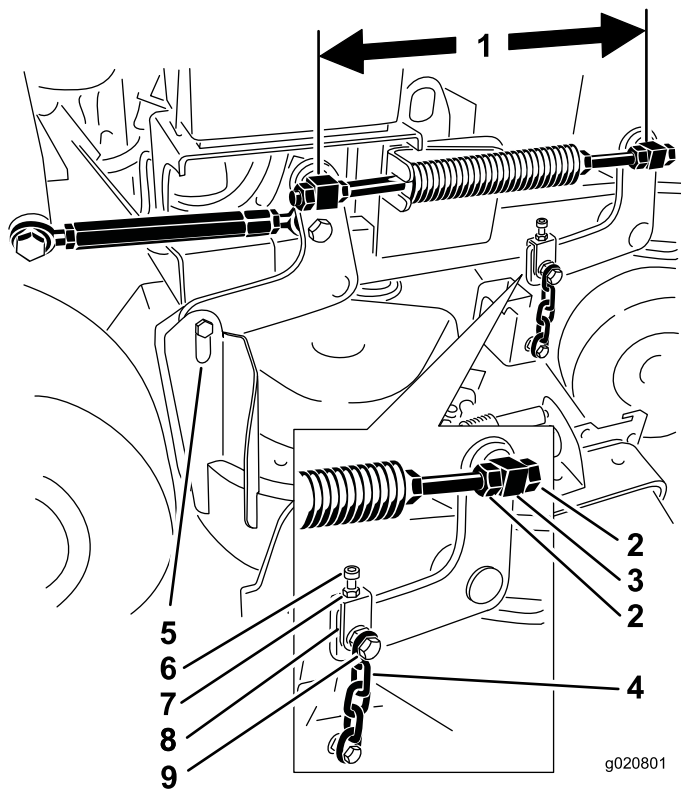

図 82
6. 各ねじ棒において、スイベル間の距離スイベルの中心から中心までの長さを測定する。 図 82
11. 調整が必要な場合は、上チェーンボルトをゆるめる 図 82。
5. 上チェーンボルトをゆるめる **図 82**。